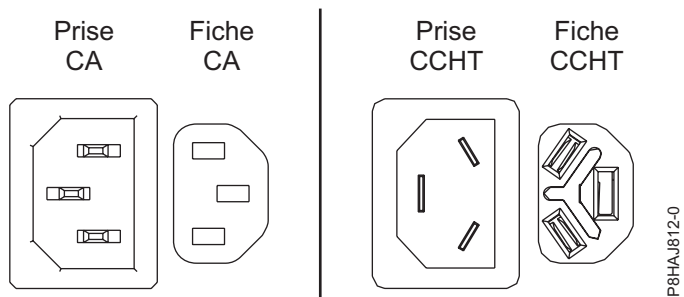
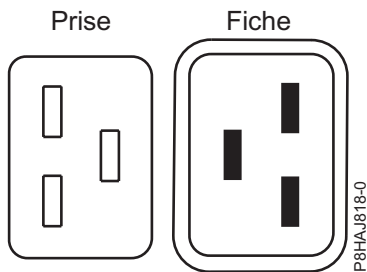
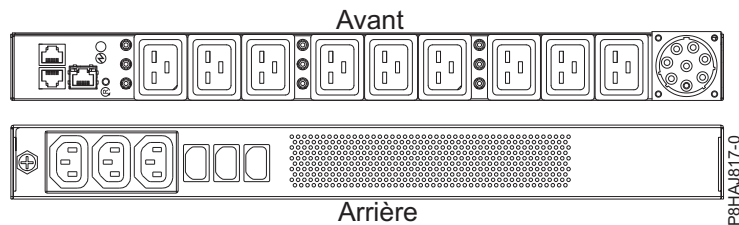

Figure 99. Connecteurs CA et CCHT
Figure 100. Connecteurs pour le système 8408-44E
Figure 101. Unité d'alimentation pour le système 8408-44E
La figure 99, à la page 124 représente les connecteurs pour courant alternatif (CA) et courant continu haute tension (CCHT) pris en charge. Les figure 100, à la page 124 et figure 101, à la page 124